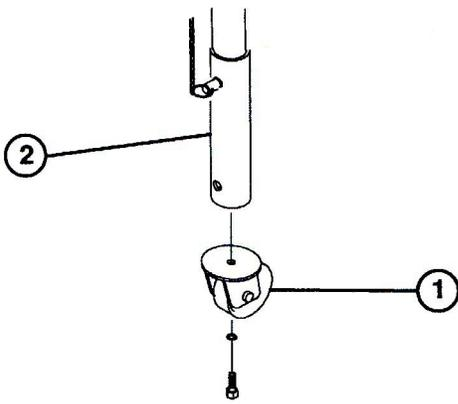

図9
4. 先ほどパレットから外したボルトナットを使用して、キャスタ/セーフティスタンドのパイプにキャスタ・ホイールを取り付ける(図9)。